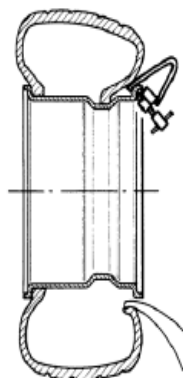

Рис.28
**УБЕДИТЕСЬ ЧТО НАРУЖНЫЙ БОРТ ШИНЫ ЗАШЁЛ В МОНТАЖНЫЙ РУЧЕЙ ПРЯМО НАПРОТИВ МОНТАЖНОГО ИНСТРУМЕНТА (Рис.28).**